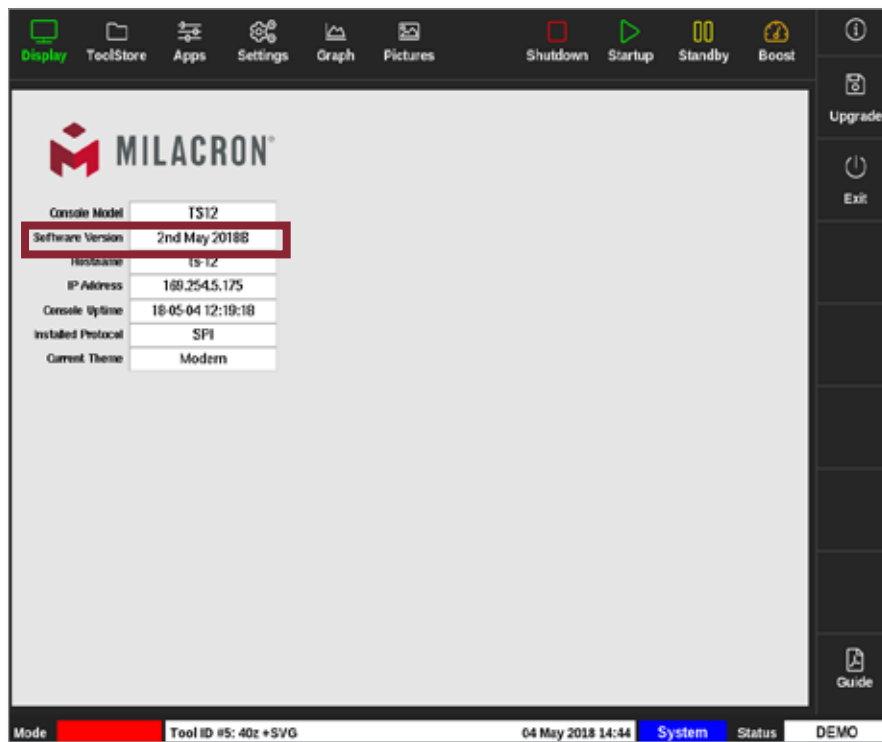

Figura 8-1 Compruebe la versión del software
7. Compruebe la pantalla para asegurarse de que se ha instalado la última versión. Consulte la Figura 8-1.